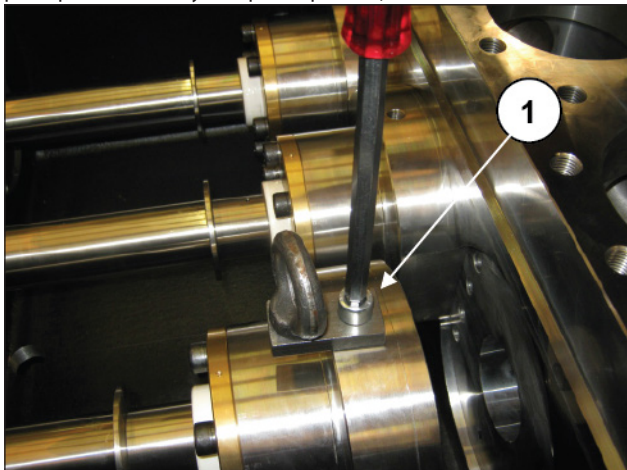
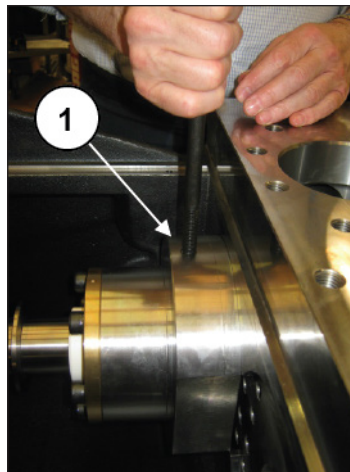

Рис. 237
Рис. 238
Снимите подъемное приспособление (поз. ①, Рис. 237) и установите винт или резьбовой стержень M12 в резьбовое отверстие на держателе (поз. ①, Рис. 238), чтобы более эффективно разворачивать весь узел при его размещении на головке.